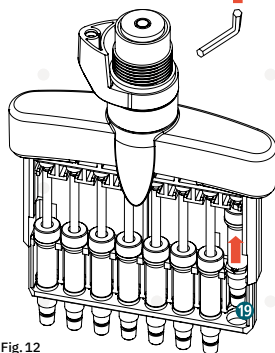
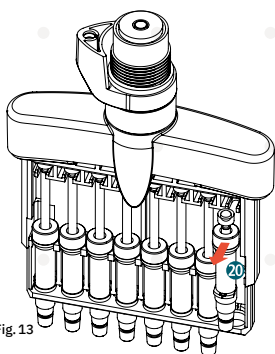

Fig. 12
Fig. 13
- Il cilindro del pistone **19** viene spostato verso l'alto (Fig. 12), in questo modo è possibile togliere facilmente il gruppo pistone completo **20** dal davanti e pulire (Fig. 13) le superfici esterne con una soluzione disinfettante a base di alcol. Ingrassare di nuova il pistone con l'apposito grasso STARLAB originale (ved. punto 8 Informazioni per l'ordine).